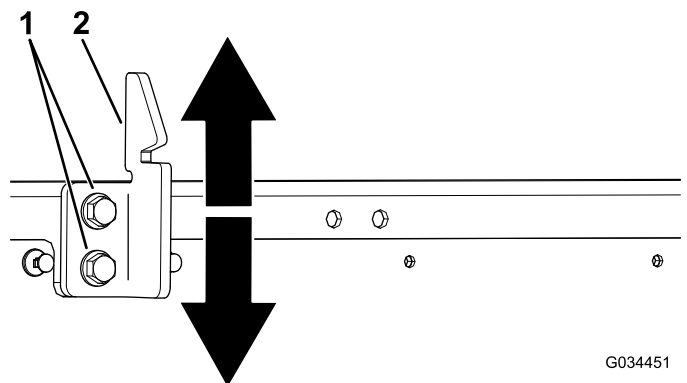

图 63
3. 拧松货箱门锁撞销上的 2 个螺栓并向上或向下取决于撞销过高还是过低移动撞销 图 63。
4. 拧紧货箱门锁撞销上的 2 个螺栓 图 63。